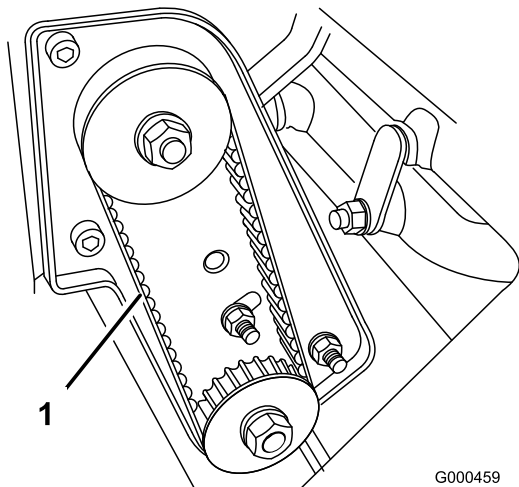

Bild 41
2. Prüfen Sie die Spannung des Riemens (Bild 41). Wenden Sie eine Kraft von $1,8 \pm 0,5$ kg in der Mitte der Scheiben an. Der Riemen muss sich 4,8 bis 7,9 mm durchbiegen lassen. Machen Sie bei einem falschen Durchbiegungswert mit dem nächsten Schritt weiter.